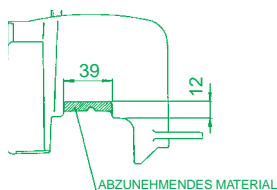

Abb. 1
- Die Zylinderkopfdichtung (9) und den Zylinderkopf (7) auf die Stiftschrauben fügen und bis auf Anschlag am Zylinder bringen.
- Die Haube auf dem Zylinder montieren (gemäß Abb. 1 geändert) den Luftkanal und die neue Zündkerze montieren (siehe Abschnitt „Wichtige Empfehlungen“).